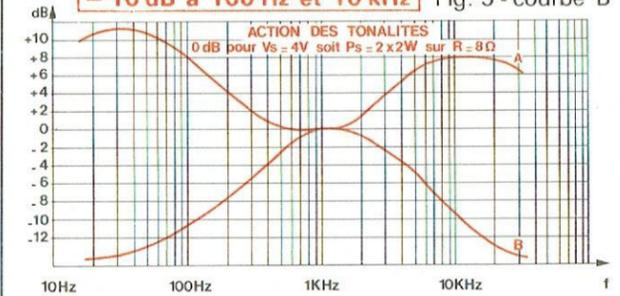

Fig. 5
- **+ 8 dB à 100 Hz et 10 kHz** Fig. 5 - courbe A
- **- 10 dB à 100 Hz et 10 kHz** Fig. 5 - courbe B